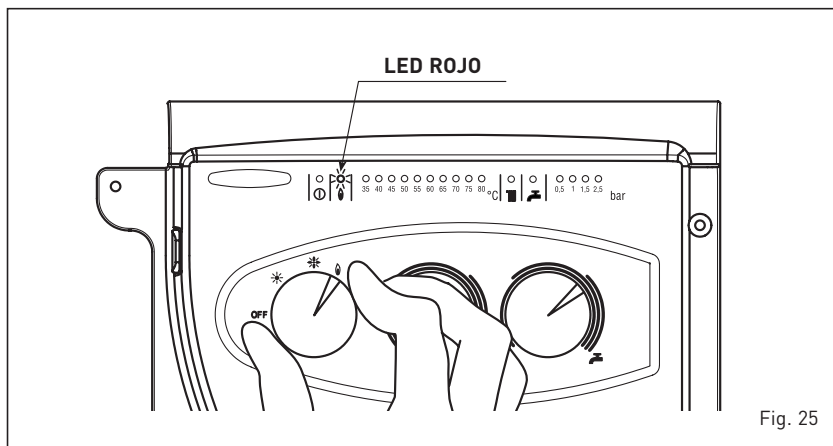

Fig. 25
- **Insuficiente presión de agua** (fig. 25/a)